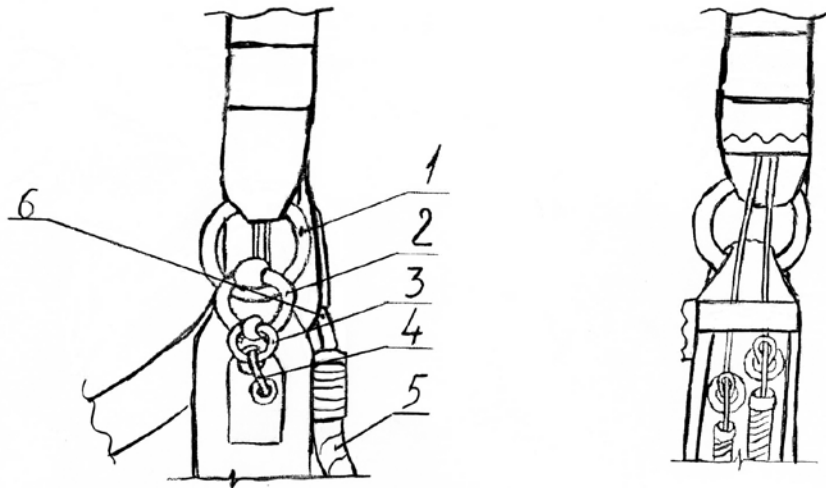

Рис. 59. КЗУ СП:
- зачековать (рис. 59) замковое устройство тросами звена раскрытия (основного релиза) и звена аварийного раскрытия (резервного релиза).